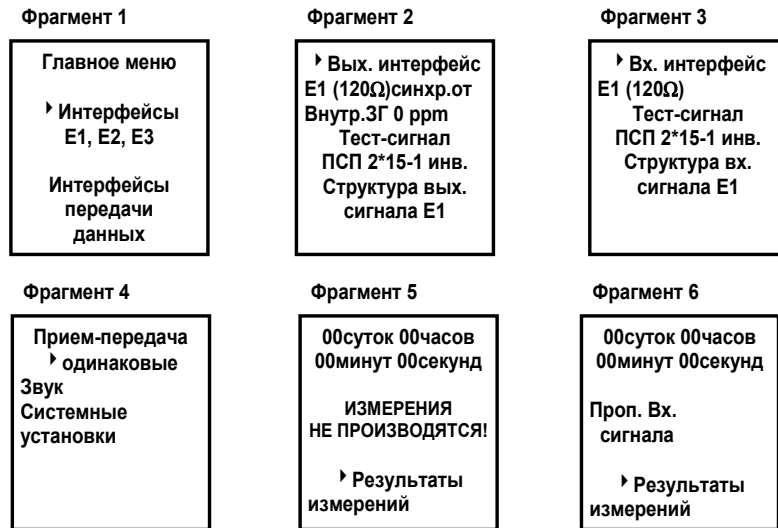

Рисунок 9
- 1) Включают питание анализатора и наблюдают через ~ 3 с на ЖКИ содержание главного меню анализатора (см. рисунок 9 - фрагмент 1).
- 3) Кнопкой **ENTER** производят загрузку раздела главного меню - **Интерфейсы E1, E2, E3**. Загрузка должны произойти ~ через 8 с. Затем наблюдают на ЖКИ информацию главного меню **Tx** (см. рисунок 9 - фрагмент 2). Проверка сводится к тому, что меню должно содержать информацию о выходных параметрах интерфейса E1, E2 или E3.
- 4) Нажимают кнопку **Rx** и наблюдают на ЖКИ информацию главного меню **Rx** (см. рисунок 9 - фрагмент 3). Проверка сводится к тому, что меню должно содержать информацию о входных параметрах интерфейса E1, E2 или E3.
- 6) Нажимают кнопку Σ и наблюдайте на ЖКИ информацию главного меню Σ (см. рисунок 9 - фрагмент 5).